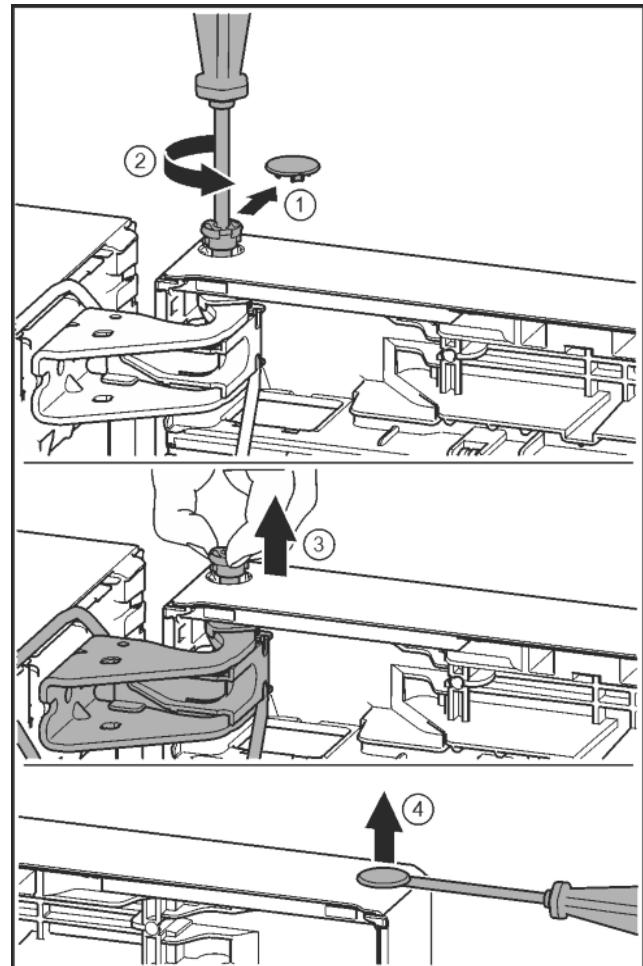

Fig. 24
- Обережно зніміть запобіжну кришку. Fig. 24 (1)
- Трохи викрутіть гвинт за допомогою викрутки T15. Fig. 24 (2)
- Притримуйте дверцята і витягніть палець руками. Fig. 24 (3)
- За допомогою шліцевової викрутки обережно підійміть пробку із опорного втулка дверцят та витягніть її. Fig. 24 (4)